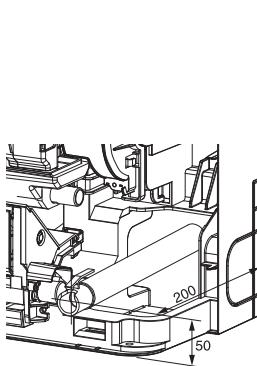

Fig. 4
- Når afløbsrørforingen udføres, skal du sikre dig, at afløbsslangen (1) føres som vist. (Fig. 4)